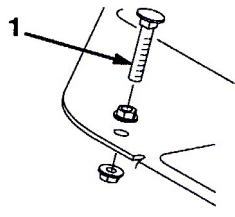

図51
1. 走行ペダルを一杯まで踏み込んでみる。ペダルがストップ(図51)に当たる前にケーブルが張ってしまうようなら以下の手順で調整する:
- A. ペダル・ストップをフロアに固定しているフランジ付きロックナットをゆるめる(図51)。